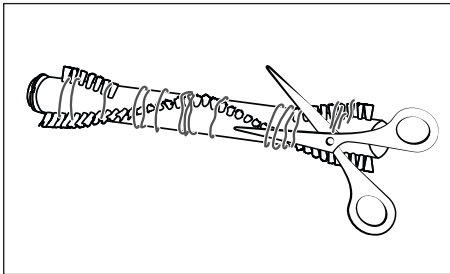

Fig. 26
- 4) Coupez les fils et les cheveux le long des poils du rouleau brosse 21 à l'aide de ciseaux (voir figure 26). Retirez les fils et les cheveux du rouleau de la brosse 21.